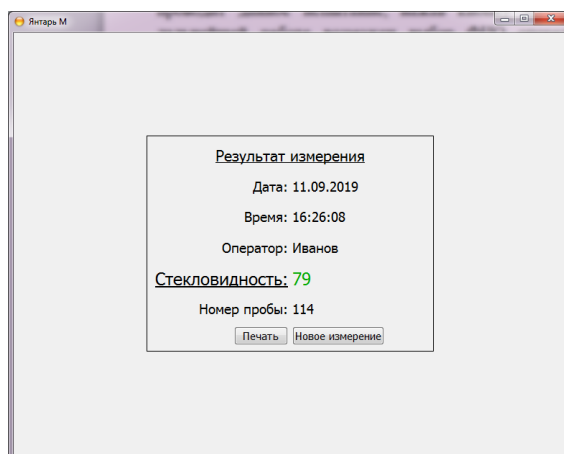

Рисунок 7.4. Результат измерения
- после этого программа оценит зерна по выбранной калибровке и выведет результат в виде протокола измерения (Рис. 7.4)